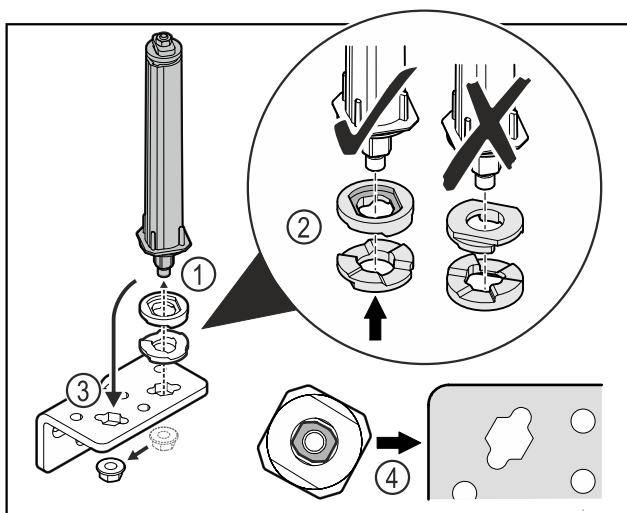

Fig. 52
- ▶ Atlaisvinkite veržlę ir pašalinkite durų uždarymo sistemą Fig. 52 (1).
- ▶ Atkreipkite dėmesį į tai, kad aukščio reguliavimo poveržlės būtų tinkamai išlygiuotos Fig. 52 (2).
- ▶ Perkelkite durų uždarymo sistemą šarnyriniame kampuočiuje ir užfiksuokite veržle Fig. 52 (3).
- ▶ Įstatydami atkreipkite dėmesį į tai, kad durų uždarymo sistema būtų tinkamai išlygiuota Fig. 52 (4).